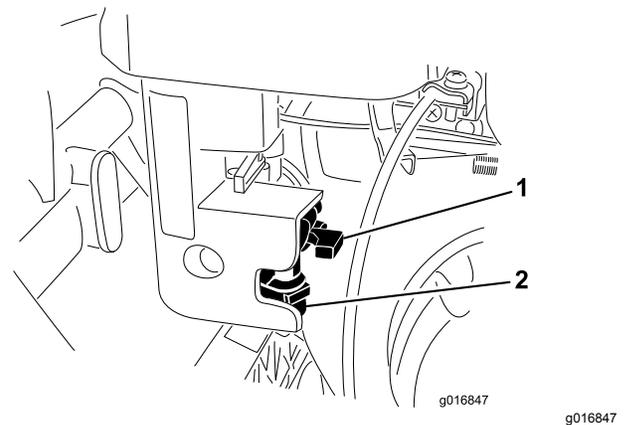

Figura 40
1. Feche a válvula de corte do combustível e desaperte o recipiente do combustível do corpo do filtro (Figura 40).